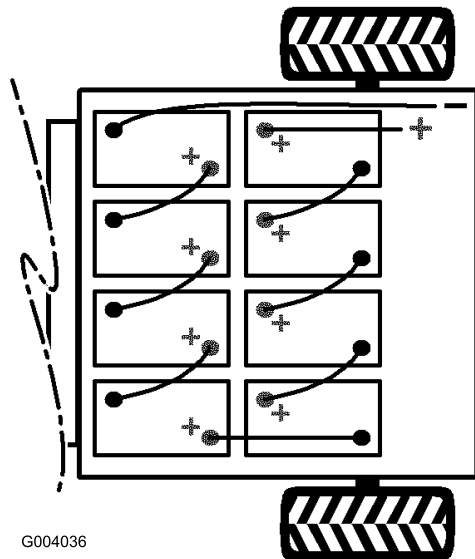

Figura 6
4. Instale las baterías según se muestra en Figura 6.
**Nota:** Preste atención a la polaridad de las baterías al instalar las baterías nuevas (Figura 6).
6. Conecte las baterías entre sí con los cables que se incluyen con las piezas sueltas, según se muestra en Figura 6. Asegúrese de que el enrutado de los cables no permite que éstos entren en contacto con ningún borde afilado.
y una tuerca con arandela prensada (5/16 pulgada) (Figura 6).
8. Conecte el cable rojo largo (positivo) entre el banco de baterías y el vehículo (Figura 6).
9. Conecte el cable negro largo (negativo) entre el banco de baterías y el vehículo (Figura 6).